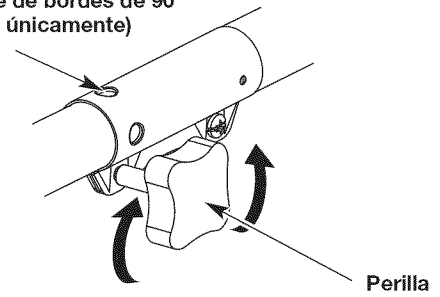
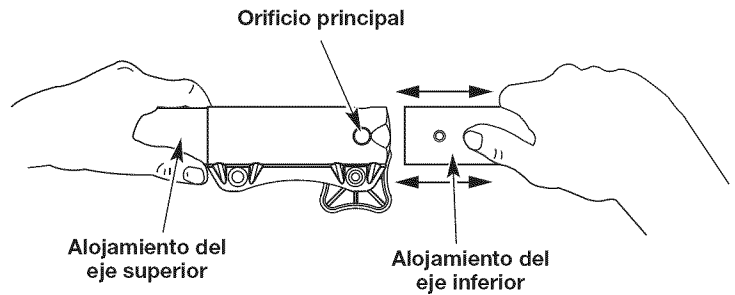

Fig. 2
Fig. 4
1. Gire la perilla en el sentido contrario a las agujas del reloj para aflojarla (Fig. 2).
2. Mientras sujeta con firmeza el accesorio, empújelo en línea recta dentro del acoplador hasta que el botón de liberación entre a presión y quede firme dentro del orificio principal (Fig. 4).
3. Gire la perilla en el sentido de las agujas del reloj para ajustar (Fig. 2).
PRECAUCIÓN: Antes de utilizar esta unidad, asegúrese de que el botón de liberación entre a presión completamente dentro del orificio principal (Fig. 4) y que la perilla (Fig. 2) quede bien ajustada.
Para un reborde decorativo con un accesorio de recorte, trabe el botón de liberación en el orificio de recorte de bordes de 90° (Fig. 2).
3. Mientras sujeta firmemente el alojamiento del eje superior, tire del accesorio de manera recta para sacarlo del acoplador (Fig. 4).